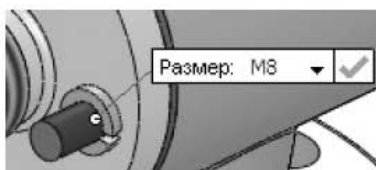

Рис. 6.22. Вставка шайбы
9. Выберите раздел Шайбы ▶ Пружинные ▶ ГОСТ 6402–70. Перетащите мышью изображение шайбы на рабочую область. Не отпуская кнопки мыши, подведите курсор к шпильке. Увидев значки автоматического сопряжения (соосности и совпадения поверхностей), отпустите кнопку мыши (рис. 6.22).